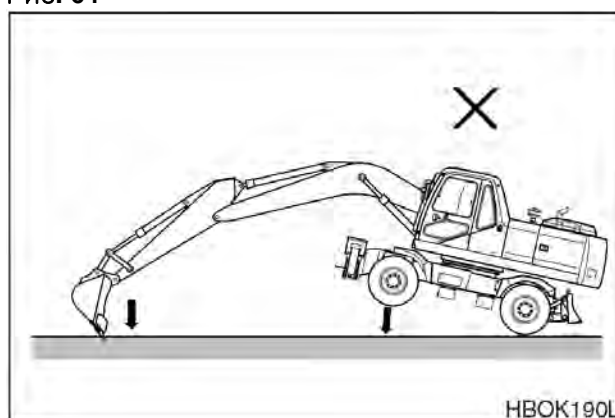

Рис. 65
14. Не проводить экскаваторные работы с поднятыми колесами. Это может вызвать повреждения конструкции и механических узлов. (Рис. 65)